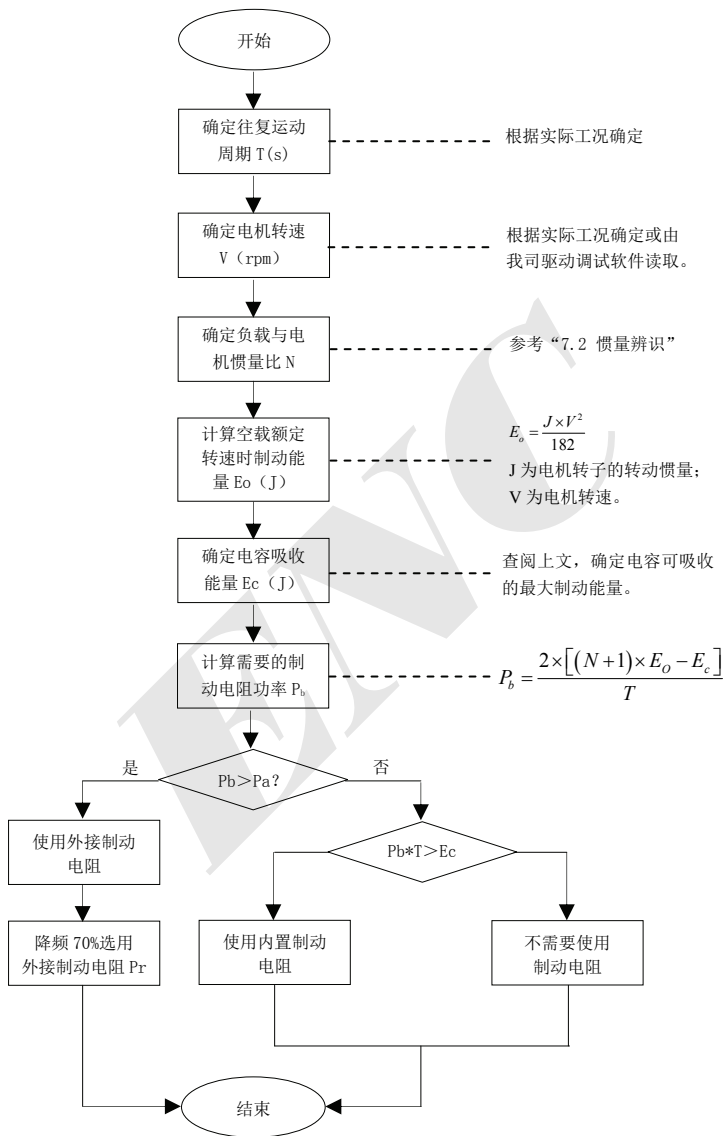

图 6-8 制动电阻选型流程图
如果知道完成整个制动过程所需的时间 (T)，再根据图 6-8 选型流程和公式即可计算出是否需要外置电阻，以及外置电阻的功率大小。